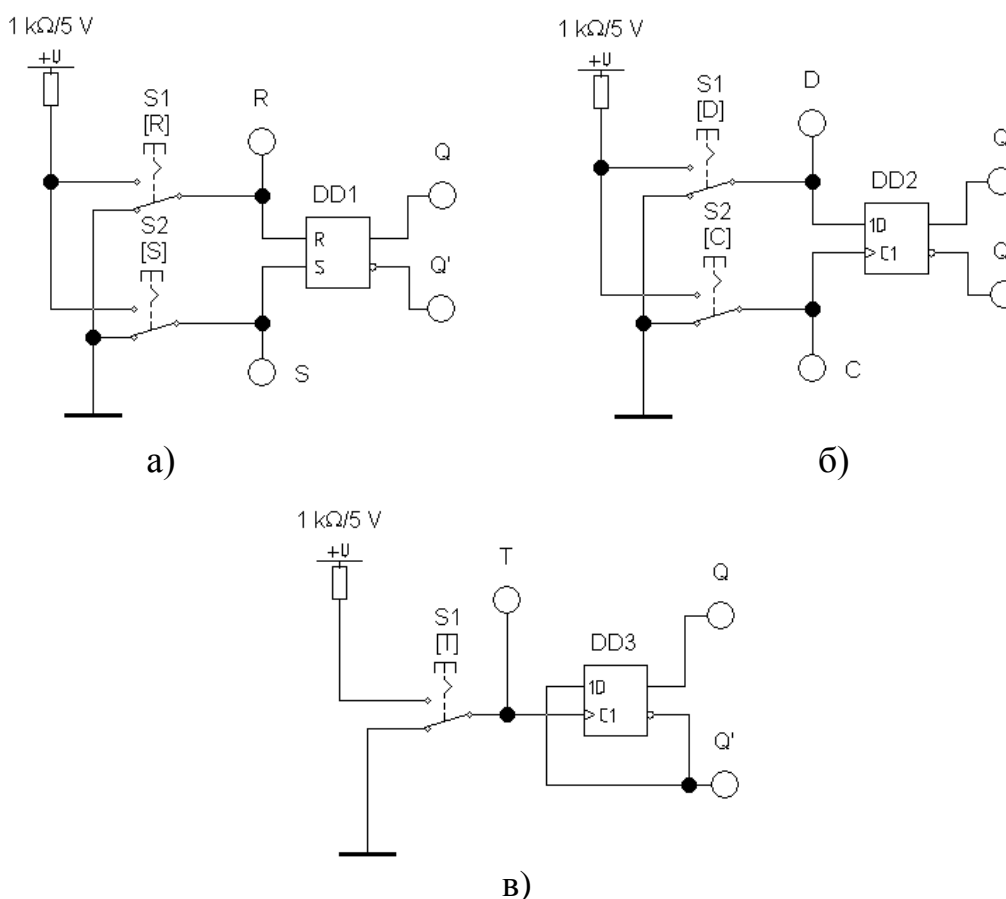

Рисунок 5 – Схеми для дослідження тригерів в інтегральному виконанні: а) RS - тригера; б) D - тригера; в) T - тригера
2.2.1 Обрати на робочому полі програми відповідну схему (рис. 5).
**Примітка:** у схемі (рис. 5, в) функції T-тригера виконує D-тригер.